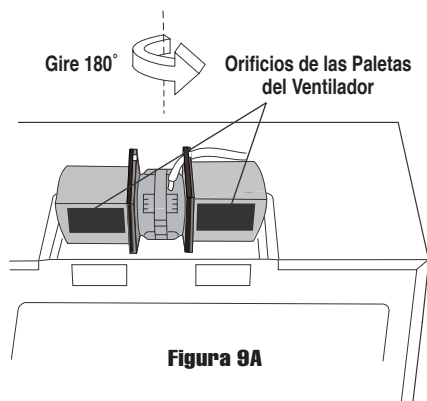

Figura 9A
3. Gire la unidad de ventilador de la campana 180° para que los Orificios de las Paletas del Ventilador estén frente a la parte posterior del horno. Vea la Figura 9A de la página 5.